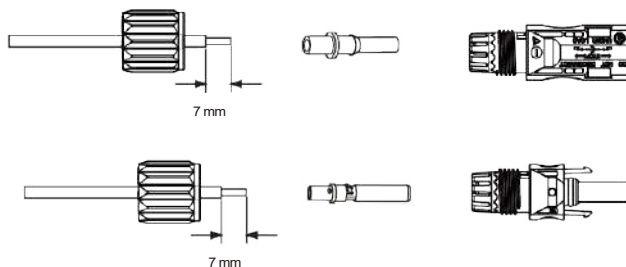

Imagen 3.3 Desmonte la tuerca de la tapa del conector
- a) Pele el cable de CC unos 7 mm y desmonte la tuerca de la tapa del conector (véase la imagen 3.3).